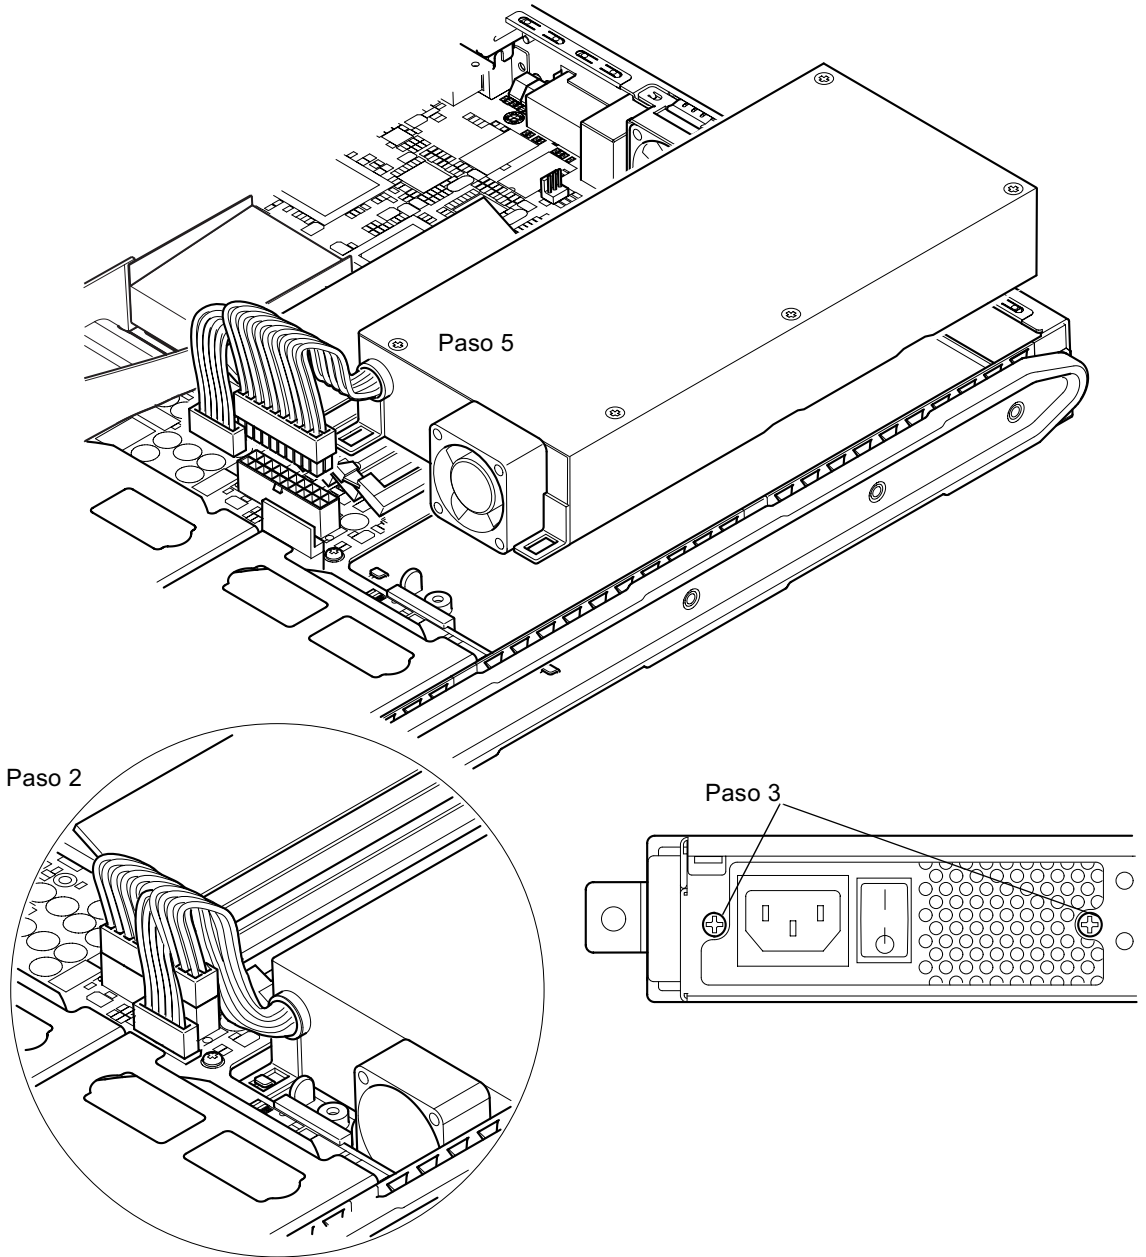

FIGURA 11-9 Reemplazo de la unidad de suministro eléctrico
3. **Desatornille los dos tornillos de fijación de la parte posterior (consulte la FIGURA 11-9).**
5. **Coloque la nueva unidad sobre las pestañas de sujeción y empújela hasta que quede encajada (consulte la FIGURA 11-9).**